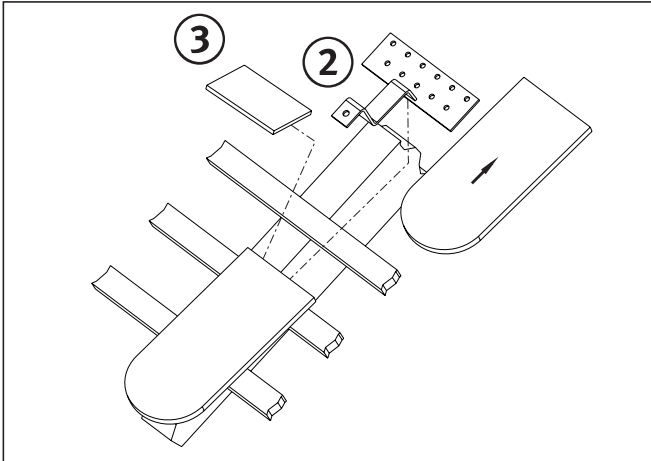

Abb. 4.11 Montage Abstandsbrettchen und Haltebügel
- Unterfüttern Sie gegebenenfalls mit den Abstandsbrettchen (Abb. 4.11, Pos. 3) die Höhe des Haltebügels (Pos. 2), dass er in der Ebene des darunterliegenden Ziegels austritt.